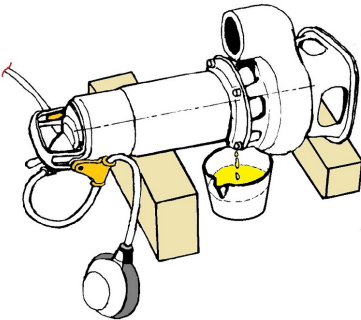

Рис. 9.2
- поверніть насос на 180°, щоб злити оливу у піддон (рис. 9.2);